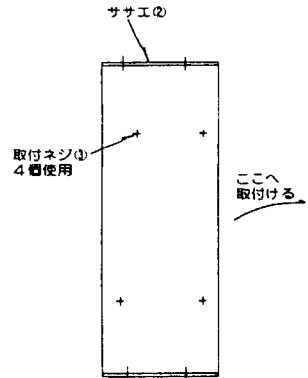

図4
(1)簡易形選方操作セットを組込む前に、履ます。（取付ネジ③を4個使用）（図4参照）